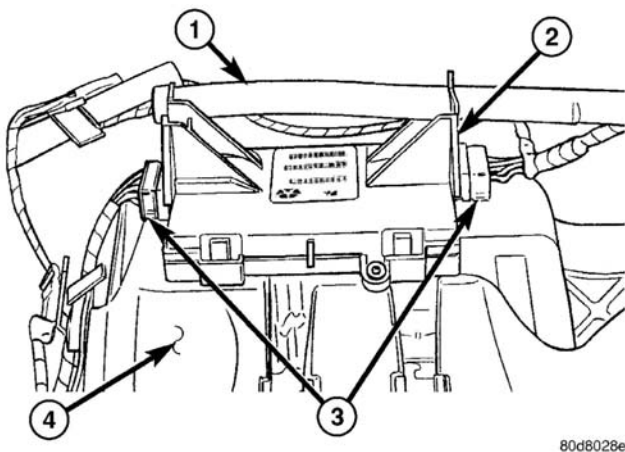

图 1 可调踏板模块
(1) 从车辆上拆卸可调踏板总成。（参考 第 5 章—制动/液力/机械/踏板—拆卸）
(2) 从模块上拆下 2 个电线插接器（图 1）。
(1) 在踏板总成上安装模块并安装固定螺钉。
(2) 把拉线装在模块夹子上（图 1）。
(3) 连接 2 个电线插接器（图 1）。
(4) 安装可调踏板总成。（参考 第 5 章—制动/液力/机械/踏板—拆卸）